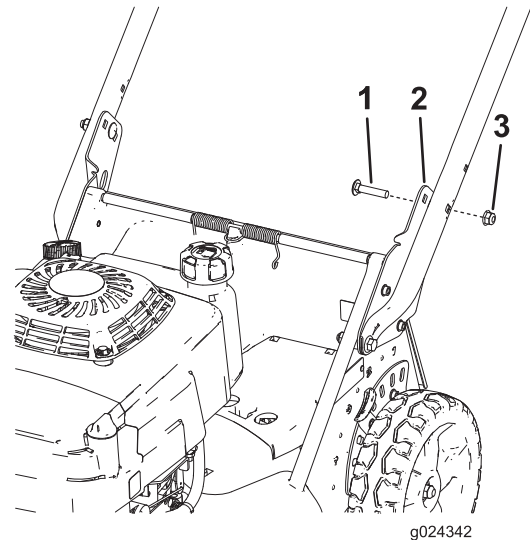

Bild 6
6. Befestigen Sie den Bügel mit zwei Schlossschrauben (5/16" x 1-1/2") und zwei Bundmuttern (5/16") an der gewünschten Bügelhöhe an den Bügelhalterungen, wie in Bild 6 abgebildet.